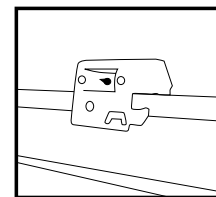

Figure 4
Étape 3. Placer le luminaire en position et enclencher le pied de barre de suspension avec les attaches de Barre T intégrées sur les barres en T. Des trous supplémentaires prévus pour assujettir avec du fil de fer ou des vis selon les besoins. (Fig. 4)